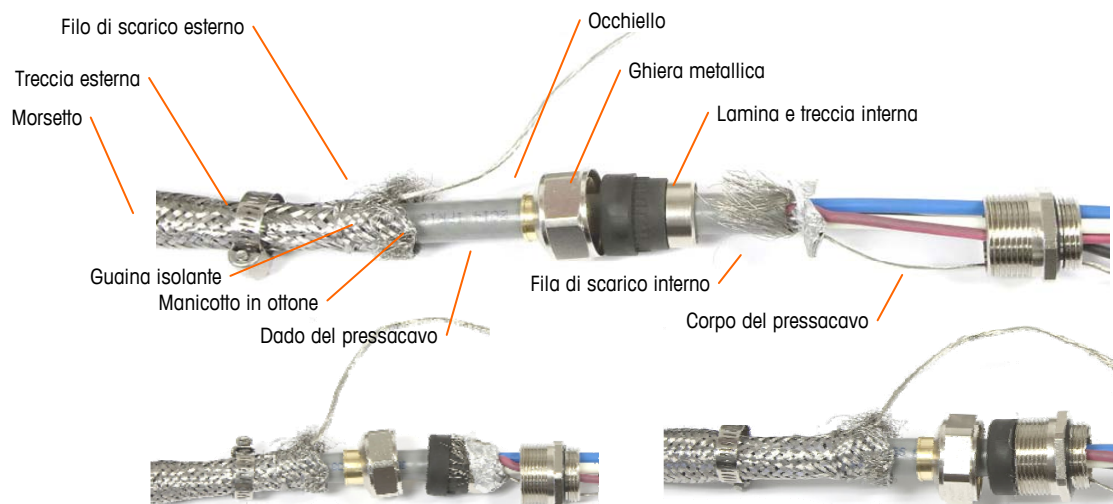

Figura 2-43: Montaggio del cavo home run PDX e del pressacavo
4. Installare il pressacavo, il morsetto in metallo e il manicotto in ottone sul cavo home run facendo scorrere all'indietro lo schermo estero della treccia (Figura 2-43). Il filo interno deve andare nell'armadietto tramite il pressacavo, mentre quello esterno rimane all'esterno.
5. Ripiegare e distendere lo schermo interno e la lamina sulla ghiera metallica prima di premere l'occhiello sul corpo del pressacavo, come illustrato in Figura 2-43. Serrare il dado del pressacavo con il manicotto in ottone sul corpo del pressacavo stesso.